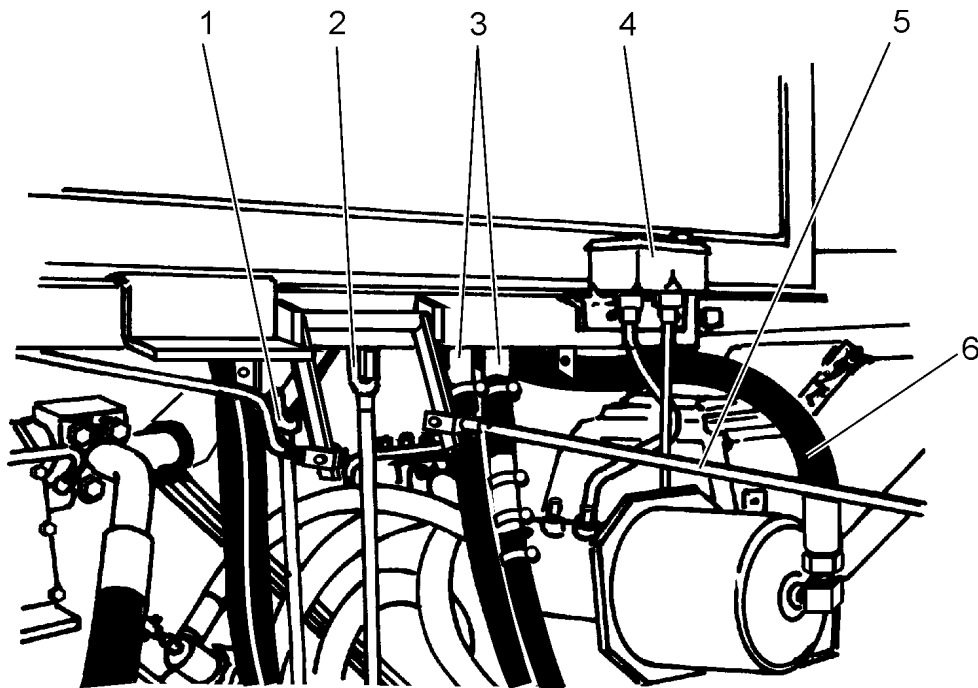

Рис. 13.3. Вид подсоединений сзади кабины
4. Отсоединить и снять верхнюю крышку за кабиной оператора. Отсоединить бачок (4, рис. 13.3.) тормозной жидкости. Закрепить бачок так, чтобы из него не вылилась тормозная жидкость и чтобы в систему гидропривода рабочего (главного) тормоза не попал воздух.
5. Отсоединить тягу (5, Рис. 13.3.) привода управления двигателем от рычага.
6. Отсоединить тягу (2, рис. 13.3.) управления диапазонами скоростей движения от рычага.
7. Отсоединить тягу (1, рис. 13.3.) включения заднего моста от рычага.
8. Отсоединить пневмопровод (6, Рис. 13.3.) от пневмоусилителя тормоза.
14. Отсоединить шланги (3, Рис. 13.3.) отопителя кабины. Заглушить концы шлангов, подсоединенных к двигателю, пробками для того, чтобы предотвратить вытекание охлаждающей жидкости из двигателя.
4. Подсоединить шланги (3, Рис. 13.3.) отопителя кабины.
10. Подсоединить воздухопровод (6, Рис. 13.3.) к пневмоусилителю рабочего тормоза.
11. Подсоединить тягу (1, Рис. 13.3.) включения заднего моста к рычагу.
12. Подсоединить тягу (2, Рис. 13.3.) управления диапазонами скоростей движения к рычагу педали управления оборотами двигателя.